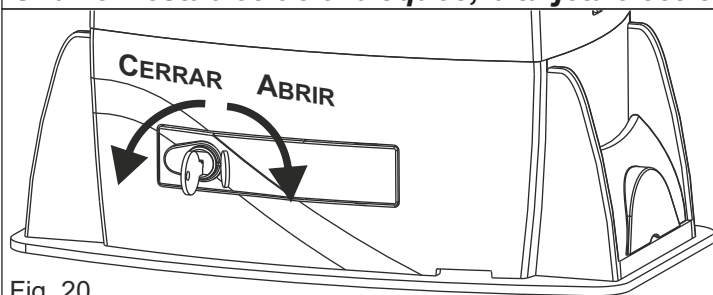

Fig. 20
- Abir el cubre cerradura, insertar la llave y rotarla en sentido horario de 90° (Fig. 20)